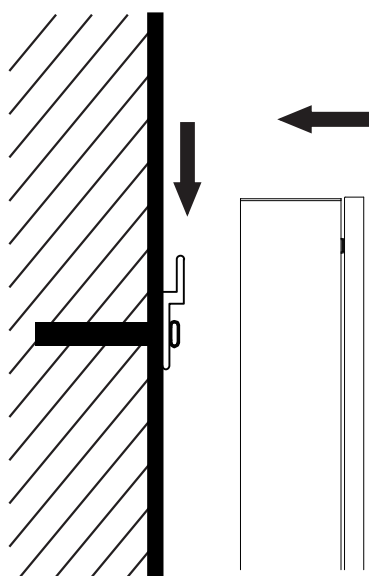

Fig. 5
2.2 Montare l'armadietto a specchio sulla barra (Fig.5).